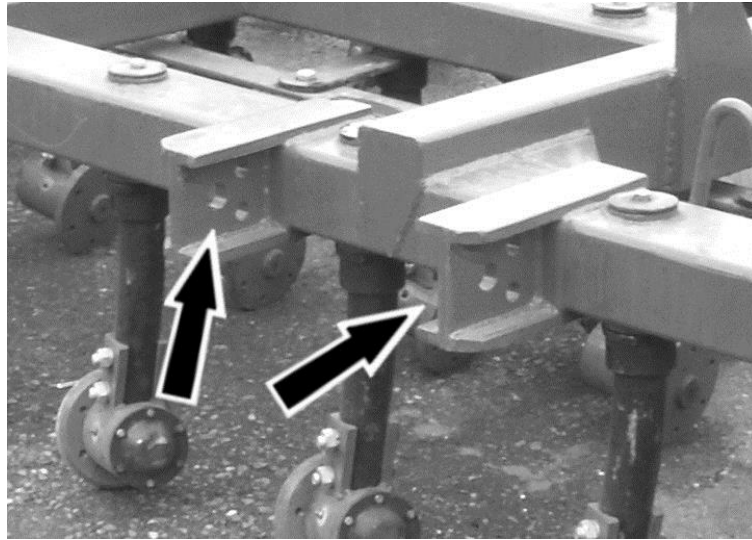

Рис. 4.4.1.
4.4.1. Установите правое и левое шасси в соответствующие пазы на центральной раме (рис.4.4.1). Зафиксируйте их болтами М16х30мм (по 2 шт.), подложив пружинные шайбы. В резьбовые отверстия осей каждой шасси вкрутите пресс-маслёнки (по 2 шт.).